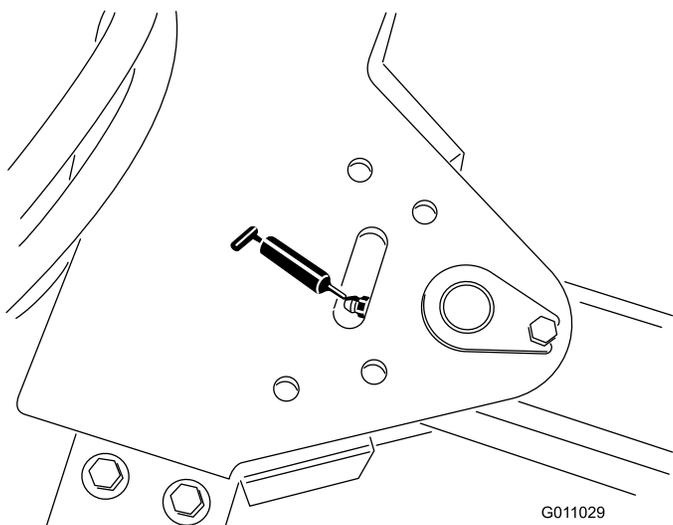

Рисунок 36
- Ось поворота буксировочной штанги (1 шт.) (Рисунок 36).